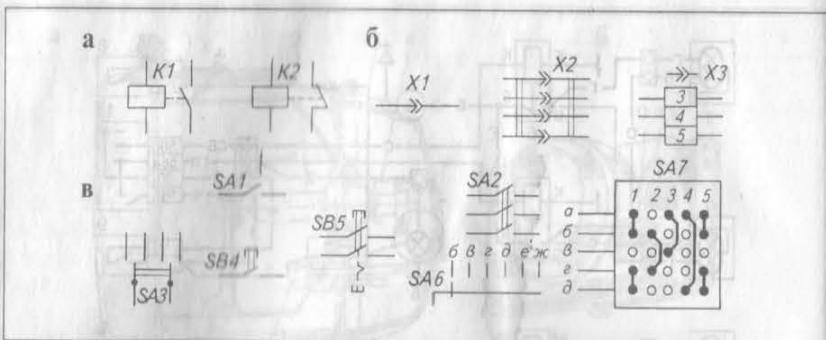

Рис. 117. Условные графические обозначения элементов электрооборудования автомобилей:
ную работу фар: реле, выключатели и переключатели. Все эти элементы показаны на схемах с помощью их условных графических изображений. Для того, чтобы можно было легко ориентироваться в схемах, на рис. 117 приведены условные графические изображения часто встречающихся элементов электрооборудования. На рис. 117, а показаны обозначения реле. Обмотка реле изображается прямоугольником с присоединенными к нему линиями электрической связи, символизирующими выводы. Обозначение контактов располагается напротив одной из узких сторон символа обмотки и соединяется с ним линией механической связи. Буквенный код реле - буква К. На рис. 117, а приведены обозначения К1 с нормально разомкнутым контактом (при срабатывании реле контакт замыкается) и реле К2 с нормально замкнутым контактом (при срабатывании реле контакт размыкается).
Обозначения штекерных соединителей и штепсельных разъемов (буквенный код - Х) приведены на рис. 117, б. Штырь соединителя (например, X1) обозначается стрелкой с углом раскрытия 90°, гнездо - «рогаткой». Принадлежность штырей или гнезд к одному многоконтактному соединителю, обозначенному на рис. 117, б как Х2, показывается на схемах линией механической связи. Часто для упрощения схем многоконтактные соединители (например Х3) обозначаются в виде пронумерованных прямоугольников с соответствующими символами (гнезда, штыря или того и другого вместе) над ними.
Выключатели и переключатели (см. рис. 117, в) на электрических схемах изображаются на основе символов нормально разомкнутых контактов. Буквенный код выключателей и переключателей содержит две буквы. Первая буква обозначает тип коммутируемой цепи: S, если выключатель стоит в цепи управления, сигнализации и т.д., или Q, если выключатель установлен в цепи питания. Вторая буква характеризует способ управления: кнопочные выключатели и переключатели обозначаются буквой В (SB), остальные - буквой А (SA).